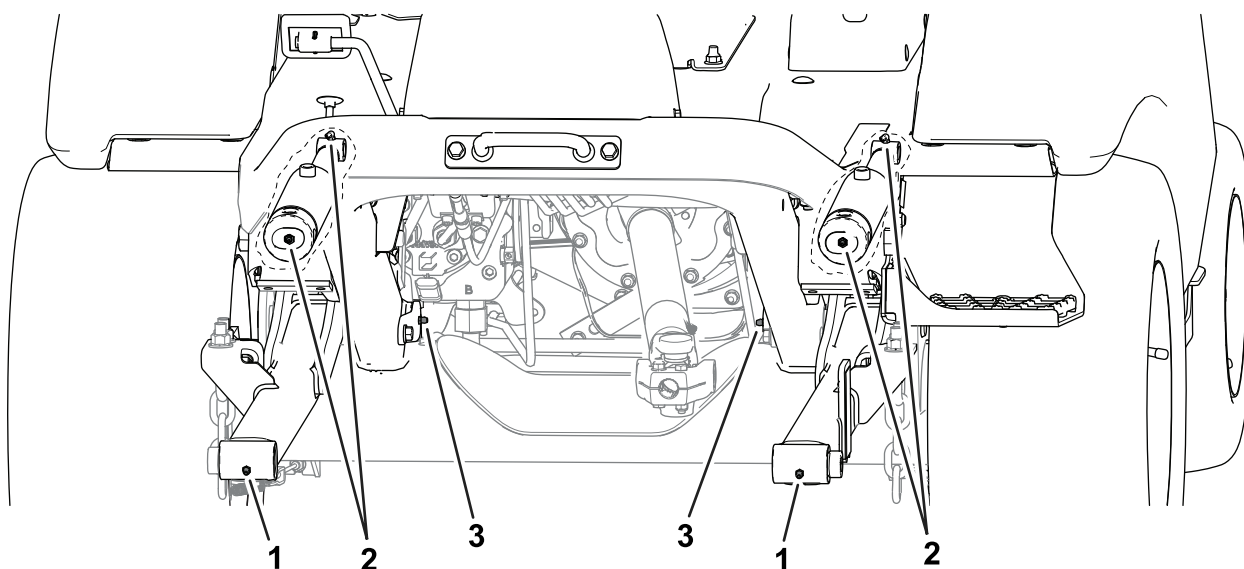

Figure 50
- **Avant de la machine (Figure 50) :**
- Moyeux de pivot d'accessoire (2)
- Bagues de vérin de levage (2)
- Axes de pivot de bras de levage (2)